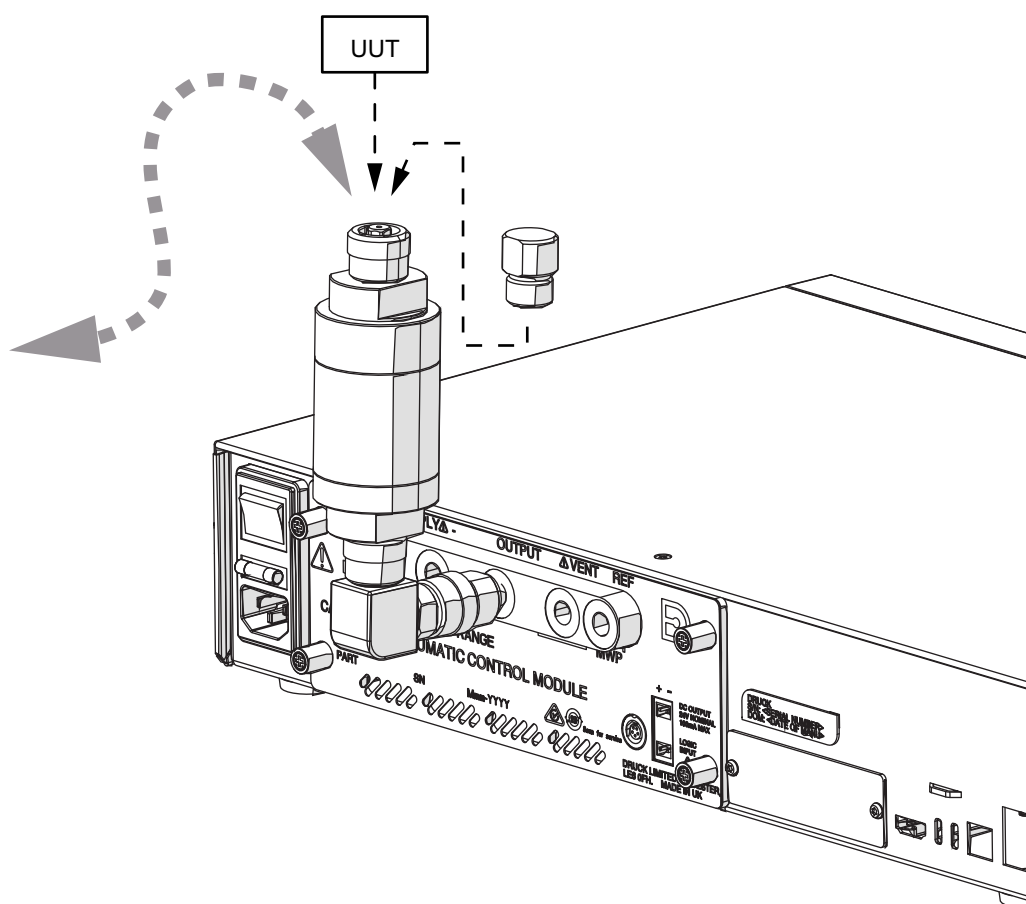

Figura D-5: Instalado en PACE5000 E Instrument
- Ajusta el conjunto al puerto SALIDA del instrumento PACE como se muestra en Figura D-5.